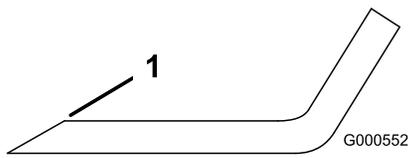
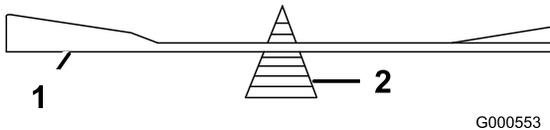

Figure 39
Figure 40
1. Au moyen d'une lime, aiguiser les tranchants aux deux extrémités de la lame (Figure 39) en veillant à conserver l'angle de coupe d'origine. Limez la même quantité de métal sur chacun des deux tranchants pour ne pas déséquilibrer la lame.
2. Vérifiez l'équilibre de la lame en la plaçant sur un équilibreur (Figure 40). Si la lame reste horizontale, elle est équilibrée et peut être utilisée. Si la lame est déséquilibrée, limez un peu l'extrémité de la partie incurvée seulement (Figure 39). Répétez la procédure jusqu'à ce que la lame soit équilibrée.